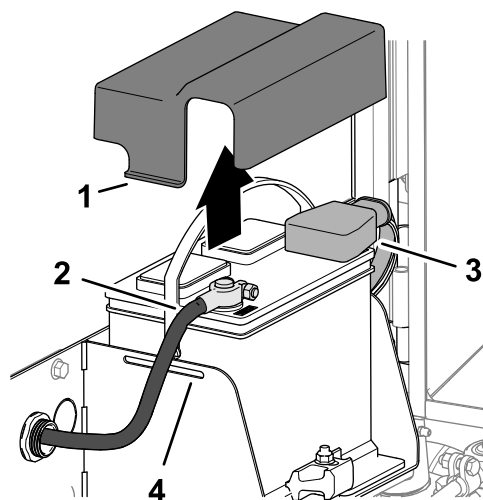

Figure 96
3. Appuyez de chaque côté du couvercle de la batterie et déposez le couvercle du support de la batterie (Figure 96).